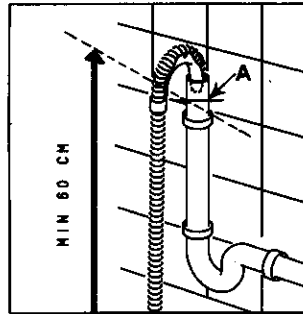

Fig. 6
Sur canalisation fixe (Fig. 6)
- la crosse du tuyau de vidange est à placer dans la canalisation. La dimension de cette canalisation doit être d'au moins 4 cm, ainsi vous éviterez tout risque de siphonnage. De plus, le tuyau de vidange ne doit pas être plus long que la crosse de vidange (le bout du tuyau doit correspondre à la fin de la crosse - Fig. 6, rep A).
- La hauteur d'évacuation d'eau pour le tuyau soit comprise entre 60 et 90 cm au dessus du sol. (Fig. 6 et 7).